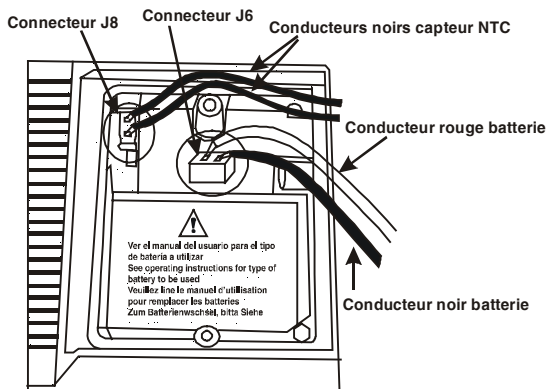

Figure 16.- Logement de la batterie.
5. Connecter la batterie au connecteur J6 visible juste à côté du logement de la batterie ainsi que le câble du capteur NTC au connecteur J8 (figure 16). Chaque connecteur permet une seule position ;